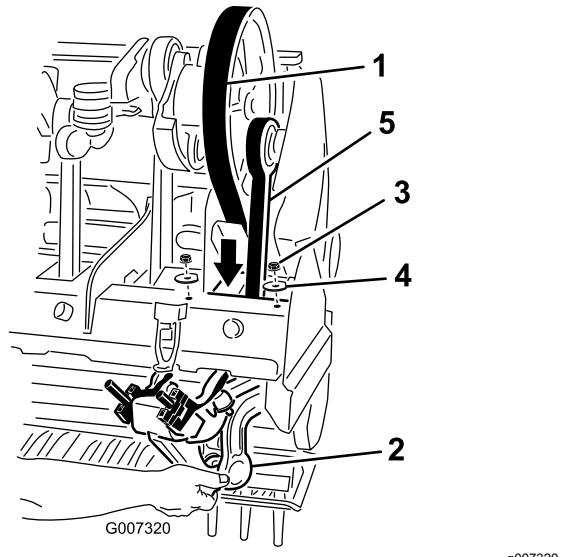

Рисунок 39
- Отверните и снимите две контргайки и снимите шайбы, с помощью которых крепится амортизатор Rotalink для толкающего рычага № 1 (Рисунок 39).
- Проложите ремень привода вниз через раму аэраторного вала и вокруг нижнего конца толкающего рычага № 1 (Рисунок 39).